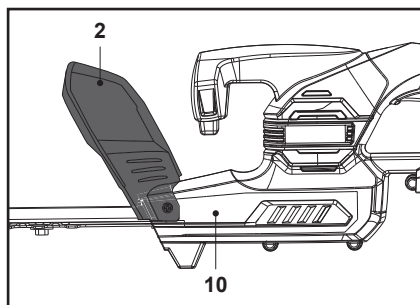

Fig. 1
Apărătoarea frontală de siguranță (2) este deja premontată pe carcasă (10) (Fig. 1).